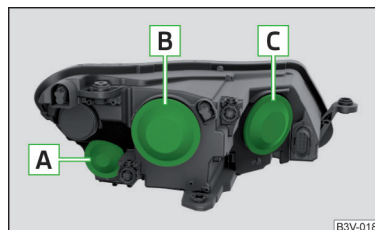

Abb. 270
Glühlampenordnung » Abb. 270
- › Die Schutzkappe **B** bzw. **C** » Abb. 270 auf Seite 253 abnehmen.
- › Die Schutzkappe **B** bzw. **C** » Abb. 270 auf Seite 253 einsetzen.
- › Die Schutzkappe **A** » Abb. 270 auf Seite 253 abnehmen.
- › Die Schutzkappe **A** » Abb. 270 auf Seite 253 einsetzen.